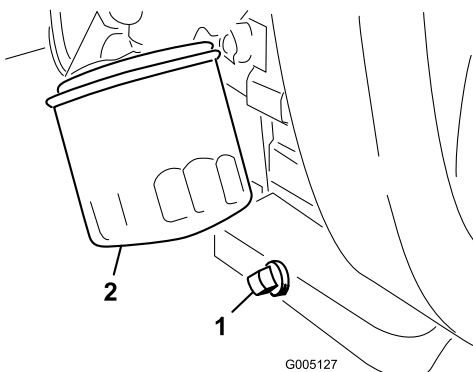

Figure 49
1. Retirez le bouchon de vidange (Figure 49) et laissez couler l'huile dans un bac de vidange. Remettez le bouchon quand la vidange est terminée.
2. Enlevez le filtre à huile (Figure 49). Appliquez une fine couche d'huile sur le joint du filtre de rechange.